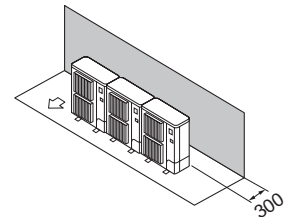

Fig. 2-12
- ① Hindernisse nur auf der Rückseite (Fig. 2-12)